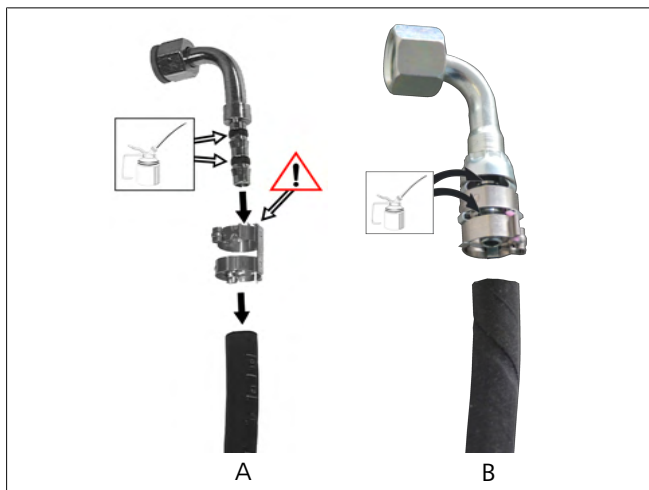

Fig. 19 Lubrificare i raccordi
- Raccordo con fascetta separata, vedere Fig. 19 A
- Raccordo con fascetta fissa, fa parte della fornitura standard di Webasto, vedere Fig. 19 B